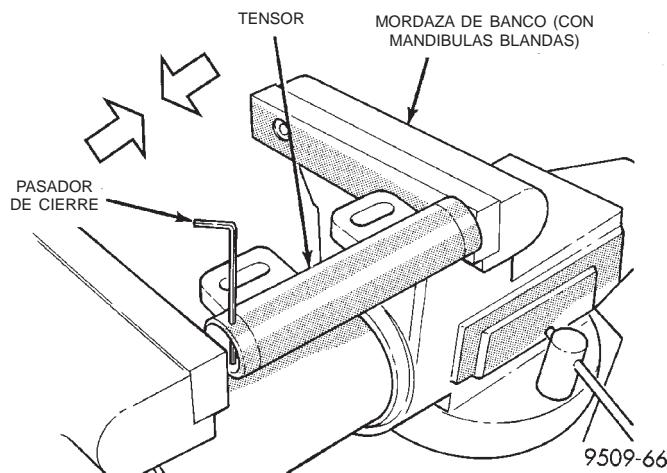

Fig. 47 Compresión del tensor de la correa de distribución
(1) Cuando se retira el tensor del motor, es necesario comprimir el émbolo hacia el interior del cuerpo del tensor.
(2) Coloque el tensor en una mordaza de mandíbulas blandas y lentamente comprima el émbolo (Fig. 47).